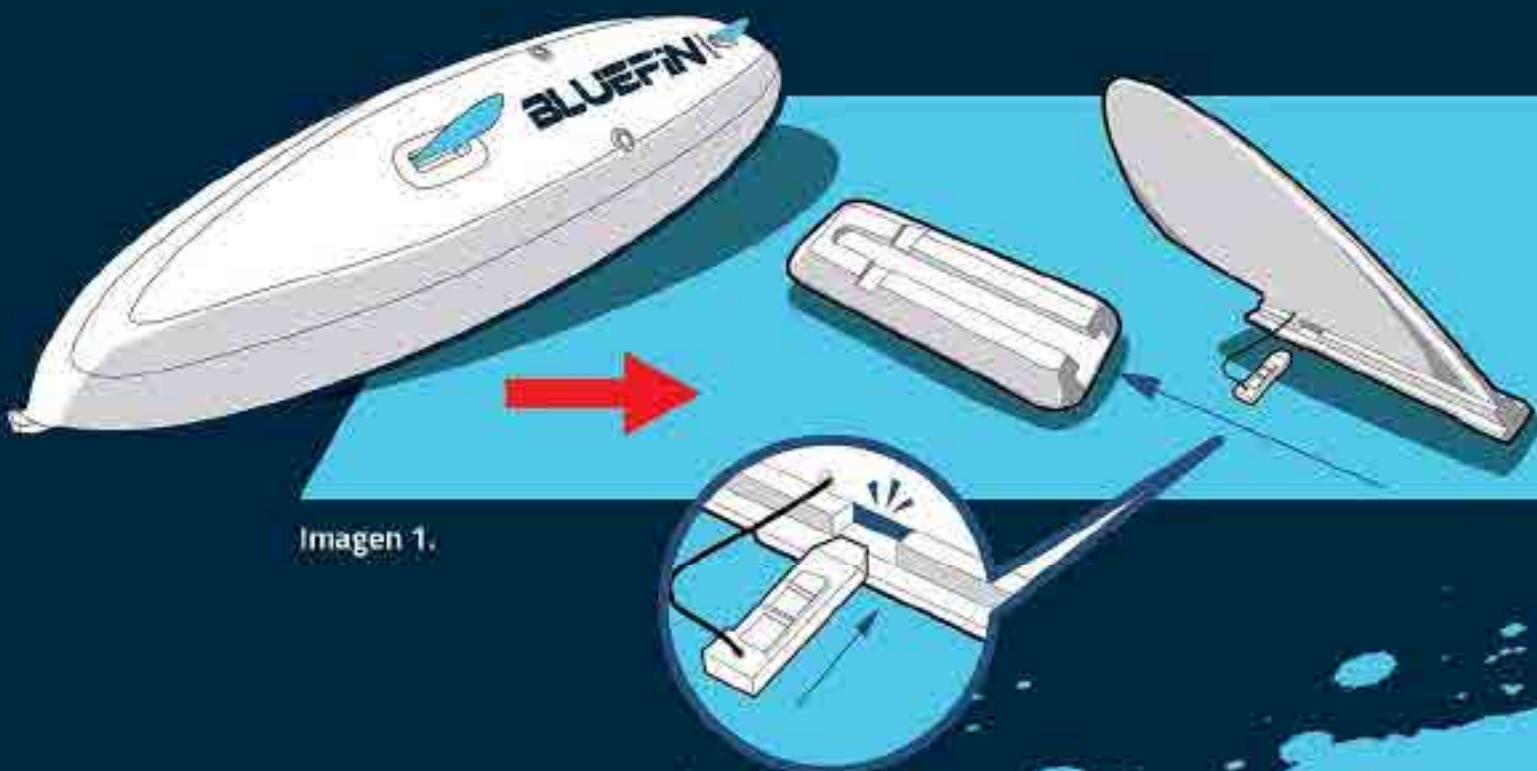

Imagen 1.
- Inserta la quilla en la ranura de la caja de quillas por el canal del extremo. **Imagen 1**